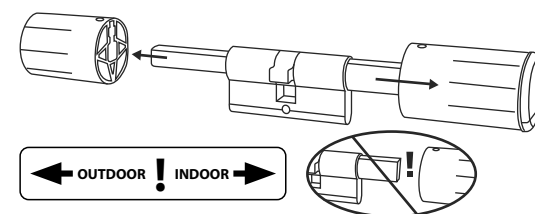

Fig. 3
- 3 Saque completamente el pomos de la parte exterior y tire hacia atrás del de la parte interior en la medida de lo posible (Fig. 3).